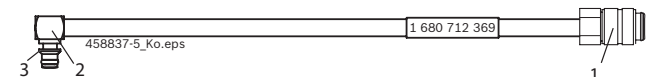

Fig. 1: Tuyau flexible 1 680 712 369
Le tuyau flexible 1 680 712 369 est raccordé au raccordement de retour du Siemens/VDO/Conti CRI piézo avec l'adaptateur de raccordement (fig. 1, pos. 2). Le raccord (fig. 1, pos. 1) est raccordé au raccord d'essai pour le débit de retour sur l'EPS 200/205.
- Mettre l'EPS 200 / 205 en marche avec l'interrupteur principal central qui se trouve à l'avant de l'appareil (voir fig. 1, pos. 6).